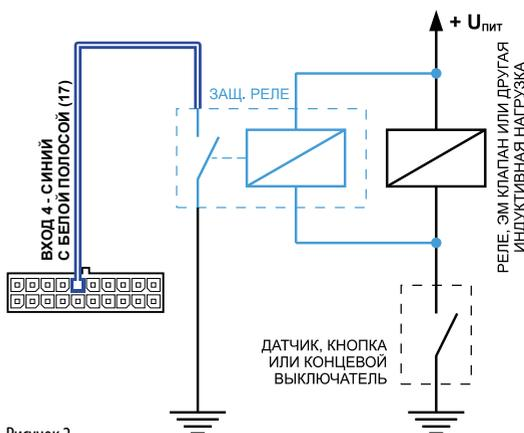

Рисунок 2.
**2. Защитное реле** (рис. 2) – устанавливается параллельно индуктивной нагрузке. При этом контакты защитного реле служат для замыкания входа модуля на «массу».